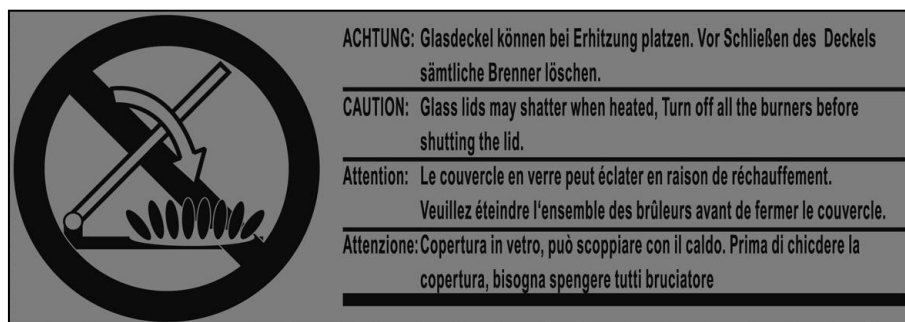

Fig. 141 Autocollant sur le réchaud
- Ne pas fermer le recouvrement du réchaud à gaz pendant que celui-ci est en marche. Sinon le recouvrement du réchaud à gaz risque de se fendre. Observer ce qui est écrit sur l'autocollant (Fig. 141).